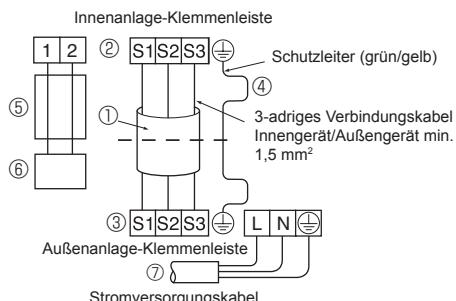

Fig. 7-2
- Die Verkabelung gemäß der Zeichnung unten links ausführen. (Kabel bauseits). (Fig. 7-2)